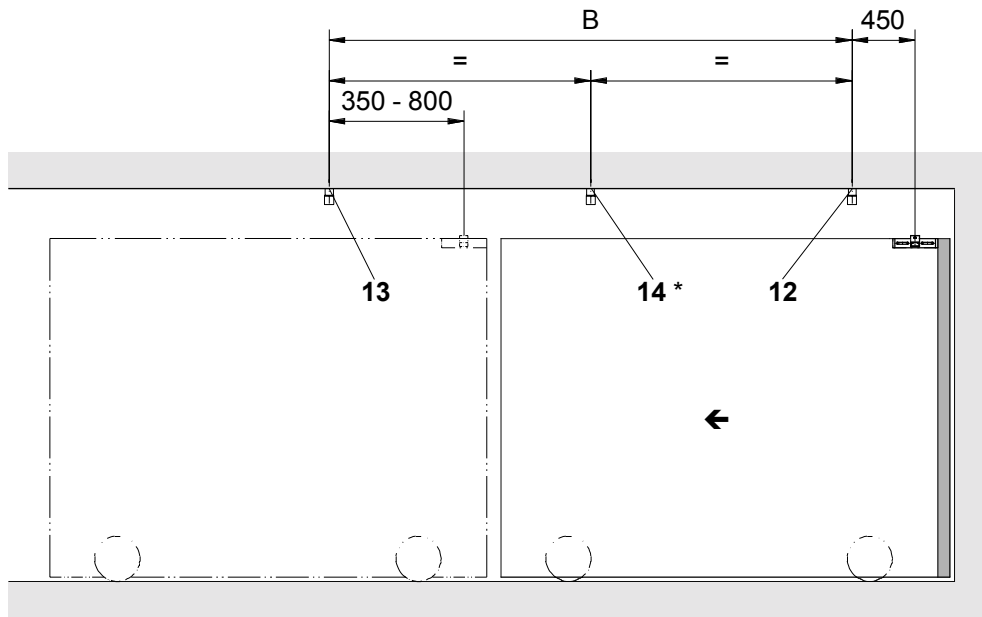

Fig. 5
- Fissare il trascinatore (11) con viti a testa esagonale M8 direttamente sulla porta (dadi Tubtara a corredo) o saldare la piastra sulla porta .
- Segnare i fori da trapanare (12) e (13). Fig. 5
fig. 5 automazione a sinistra,